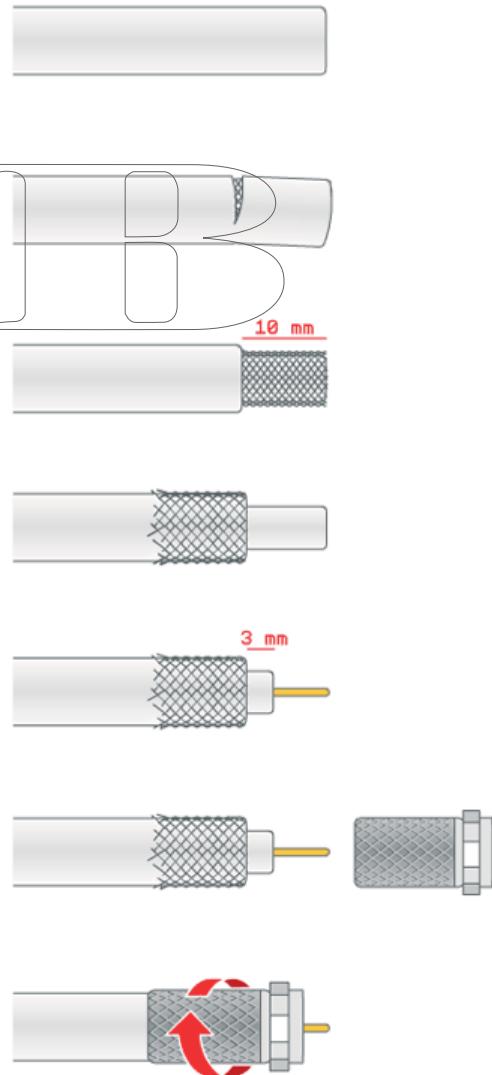

Fig. 14
14. En caso de que sea necesario acortar el cable, por favor consulte las instrucciones en Fig. 14.